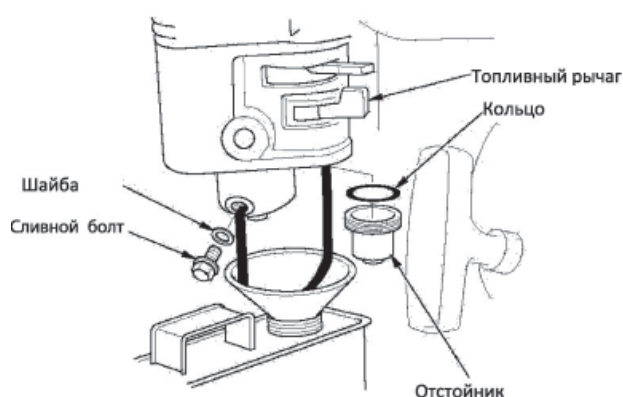

Рис.17
1. Поместите подходящую емкость для топлива под карбюратор, и используйте воронку, чтобы избежать утечки топлива (Рис.17).